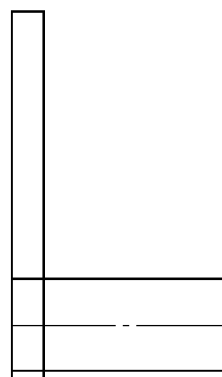

图 11-45 修剪结果
2) 利用【修剪】命令去除多余线, 结果如图 11-45 所示。